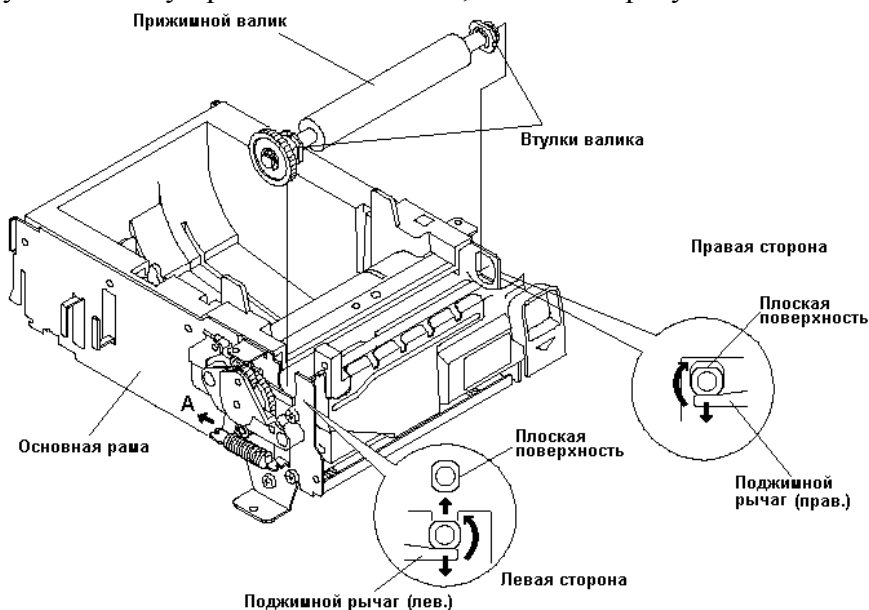

Рисунок 10 Отсоединение прижимного валика
Прижимной валик отсоединяется так (см. Рис. 10):
2. Опустив левый поджимной рычаг вниз (см. Рис. 10), поверните левую втулку валика на 90°, так чтобы она могла выйти из прорези в основной раме, и выньте левую половину прижимного валика, а затем и правую.
6. Отверстие (справа) и прорезь (слева) в основной раме, где помещаются втулки прижимного валика (см. Рис. 10 и 20, позиция Д).
3. Слегка отогните язычок регулировки весового датчика в направлении, указанном на Рис. 10 Стрелкой 1, и переместите на нужную позицию. Нумерация позиций регулировки указана на корпусе ККМ, а также на Рис. 10, где язычок датчика показан со стороны контейнера рулонной бумаги.